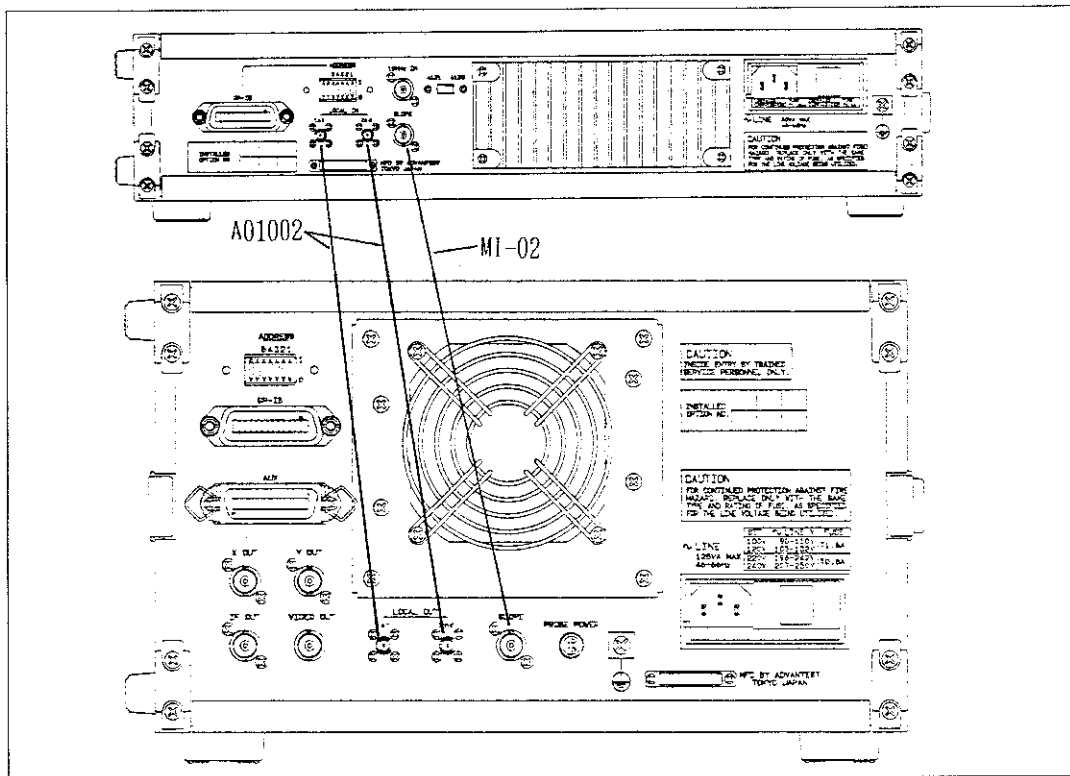
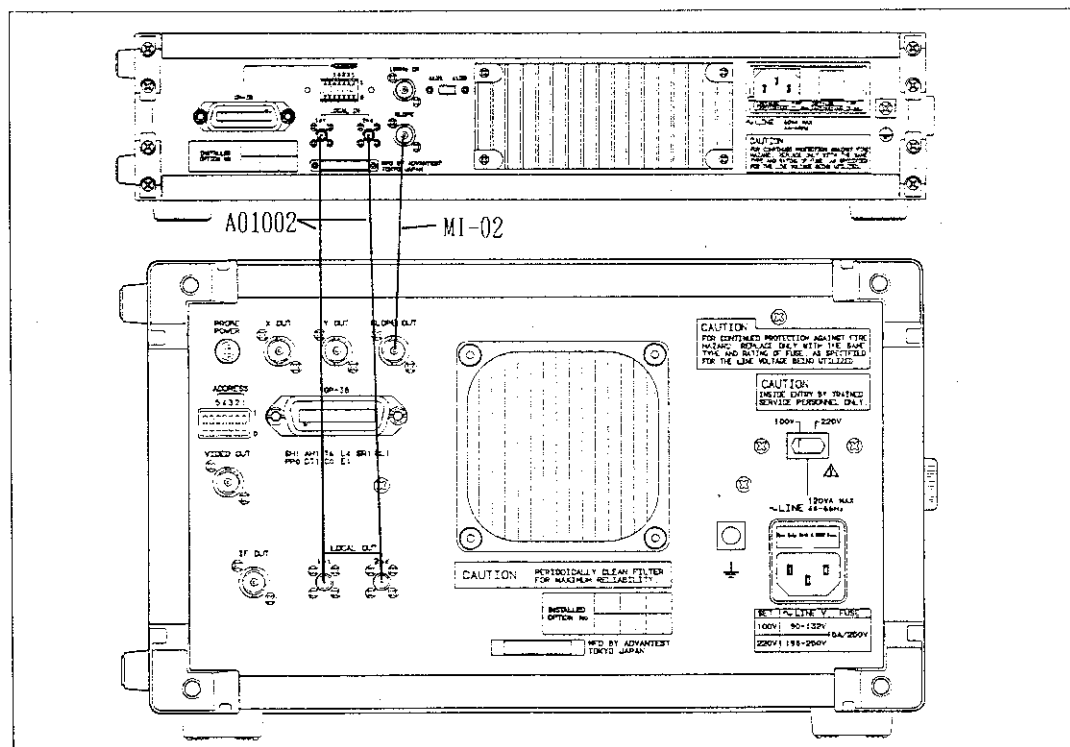

図 1-3 TR4131シリーズとの接続
図 1-4 R4131 シリーズとの接続
- ① 本器およびアナライザ本体の POWERスイッチを OFFに設定します。
- ② [図1-3, 図1-4] に示すように、3本の接続ケーブルで接続します。